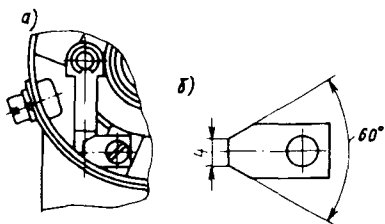

Рис. 27. Изключване на системата на вакуумкоректора чрез притискане с планка
3) притиснете с планка лоста на вакуумкоректора, както е показано на рис. 27 а; ако края на планката не се събира между корпуса и извивката на теглича, трябва да се стесни края на планката (рис. 27 б);